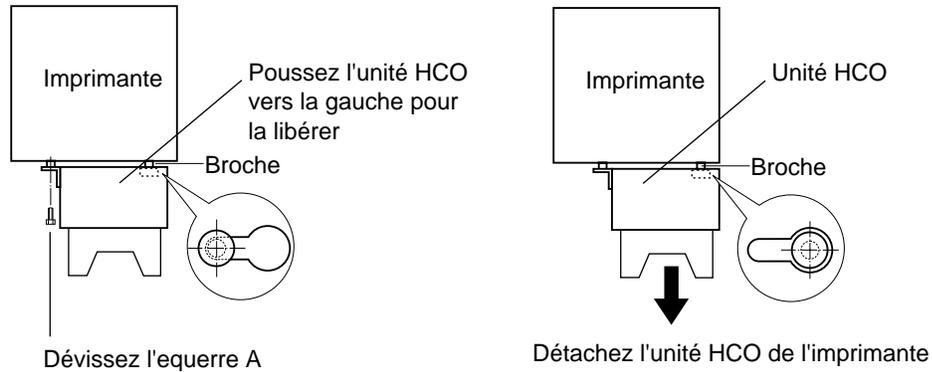

Figure 3-69 Broche de connexion de l'imprimante et orifice de l'unité HCO
2. La Figure 3-69 présente une description détaillée de la broche de connexion et de l'orifice correspondant.